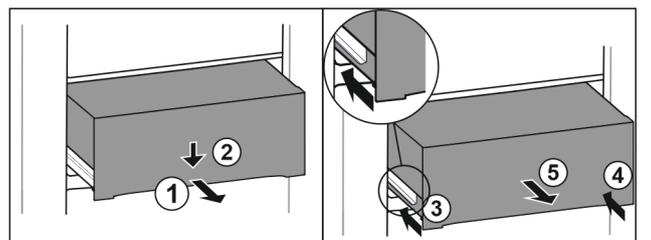

Fig. 101
- ▶ Extraiga el cajón hasta la mitad. Fig. 101 (1)
- ▶ Presionar hacia abajo el cajón de la parte delantera. Fig. 101 (2)
- ▶ Introducir el carril izquierdo unos 2 cm. Fig. 101 (3)
- ▶ Introducir el carril derecho unos 2 cm. Fig. 101 (4)
- ▶ Extraiga el cajón hacia delante. Fig. 101 (5)